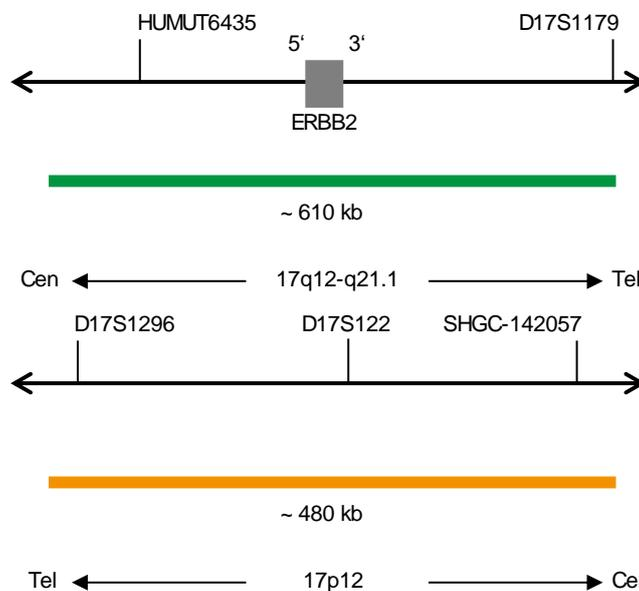

Fig. 1: Cima: SPEC ERBB2 Mapa da sonda; Baixo: SPEC D17S122 Mapa da sonda (sem escala)
- Polinucleótidos (~10 ng/μl) com marcação ZyGreen (excitação 503 nm/emissão 528 nm), dirigidos ao mapeamento de sequências alvo em 17q12-q21.1* (chr17:37,572,531-38,181,308) contendo o gene ERBB2 (ver Fig. 1).